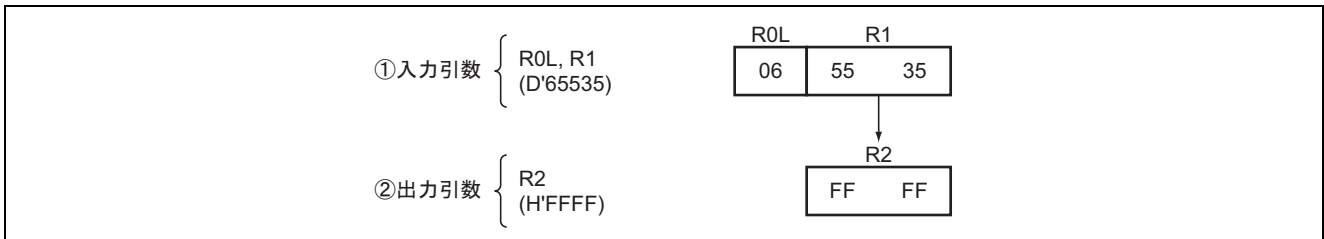

図2 ソフトウェアBCDの実行例
(2) 図2にソフトウェアBCDの実行例を示します。
入力引数を図2のように設定すると、図2のように2バイトの16進数がR2に設定されます。